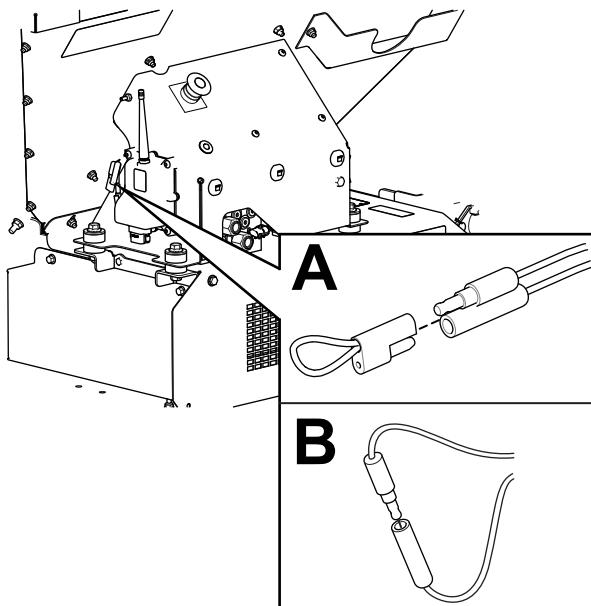

Figura 59
2. Retire a tampa dos dois conectores de diagnóstico do shunt (Figura 59, A).
3. Ligue os conectores de diagnóstico do shunt em conjunto (Figura 59, B).
2. Desligue os conectores de diagnóstico do shunt (Figura 59, B).
3. Empurre a tampa dentada para os 2 conectores de diagnóstico do shunt (Figura 59, A).